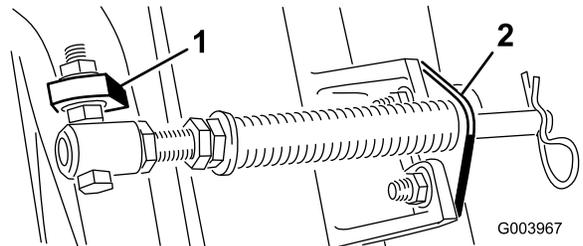

Рисунок 5
**Примечание:** Головку болта следует расположить в направлении наружной стороны выступа, как показано на **Рисунок 5**.
- D. Присоедините кронштейн штока к выступам режущих блоков с помощью каретных болтов и гаек (**Рисунок 5**).